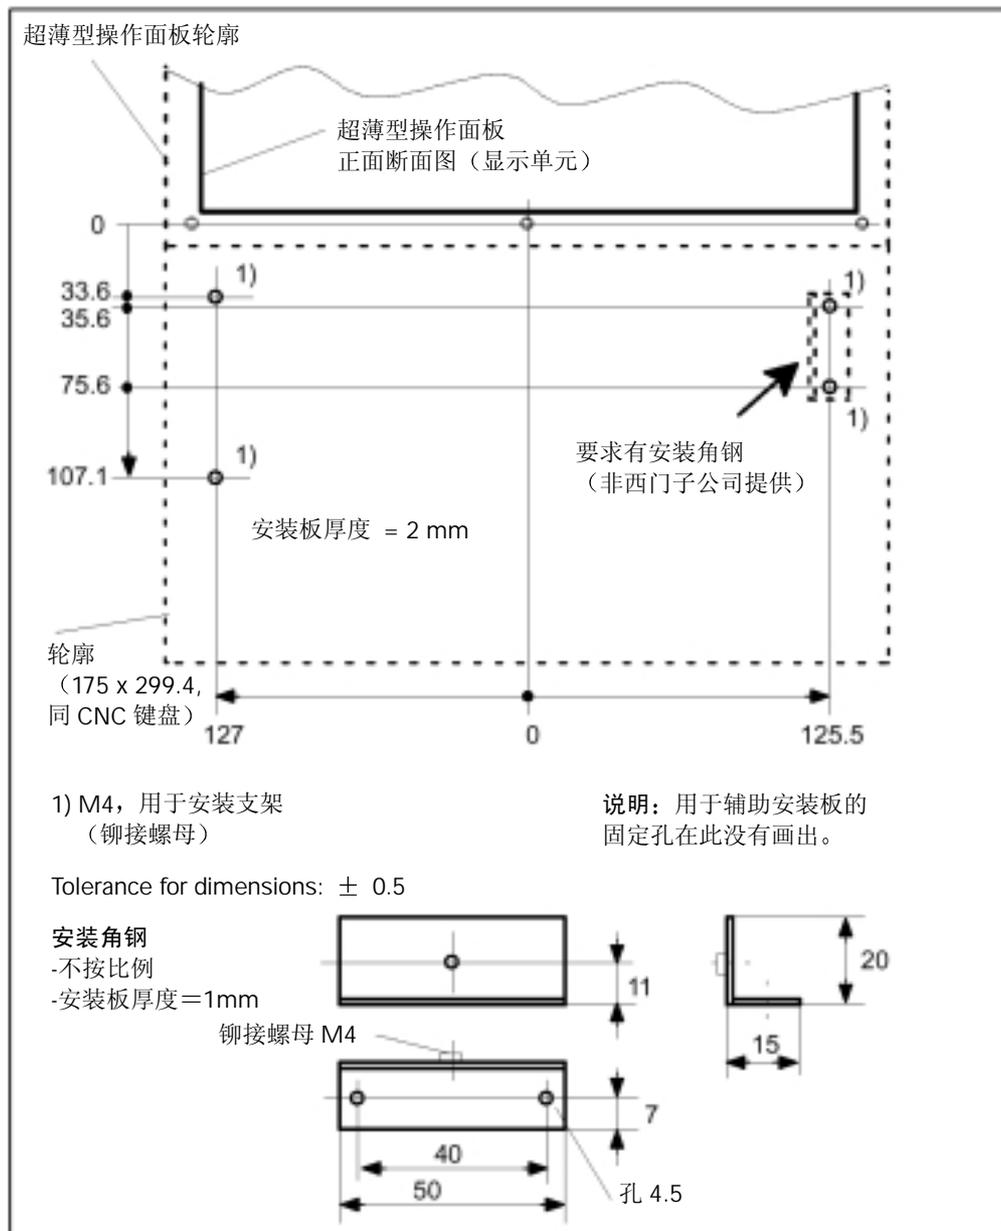

图 4-15 用于辅助安装板的孔分布图和尺寸图 (后视图)
1. 生成落料模孔和螺孔, 用于紧固适配器和安装角钢 (参见图 4-15)。